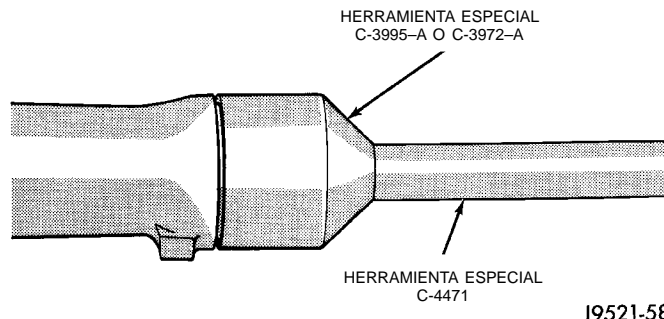

Fig. 40 Instalación de la junta de la cubierta de sobremarcha
(1) Alinee el orificio de lubricación del casquillo con la ranura de lubricación de la cubierta de la sobremarcha.
(2) Golpee ligeramente el casquillo para colocarlo en su sitio con el Instalador 6951 y el Mango C-4171.
(3) Instale una junta de aceite nueva en la cubierta mediante el Instalador de juntas C-3995-A (Fig. 40).